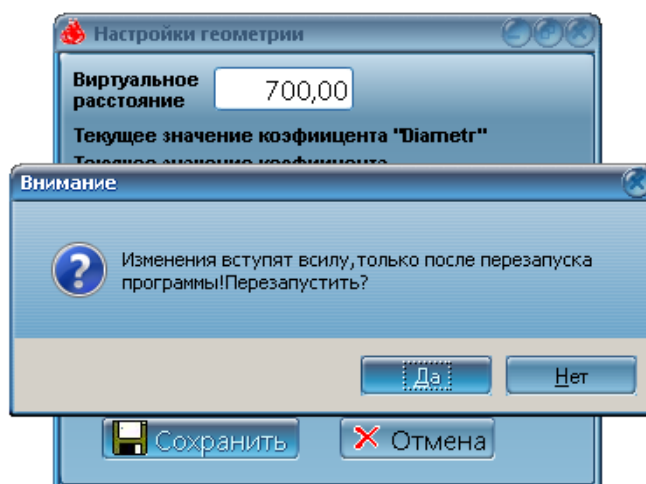

рисунок 55. Сохранение изменений геометрии
11. После нажатия кнопки «Сохранить» появится меню с сообщением Оператору «Изменения вступят в силу только после перезапуска программы! Перезапустить?» (рисунок 55. Сохранение изменений геометрии)